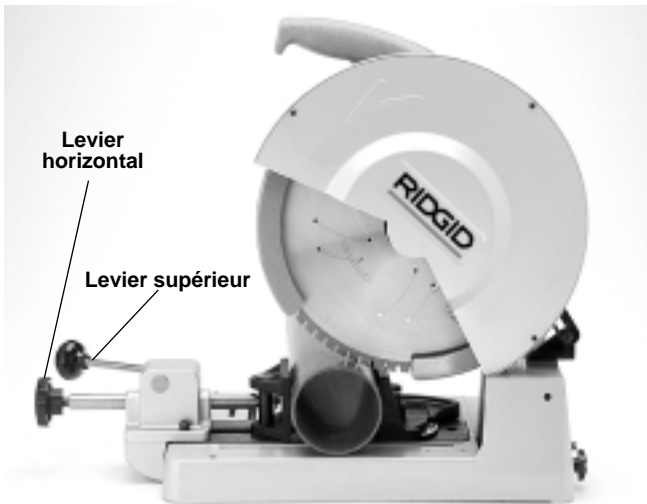

Figure 3 – Commandes de l'étau à deux leviers
2. Relevez le levier supérieur pour libérer le mécanisme d'avancement (*Figure 3*). Positionnez le profilé dans l'étau. Soutenez les longueurs de profilé de plus de quatre pieds (4') à l'aide d'un ou de plusieurs porte-tubes.
3. Poussez sur le levier horizontal jusqu'à ce que l'étau touche le profilé (*Figure 3*).